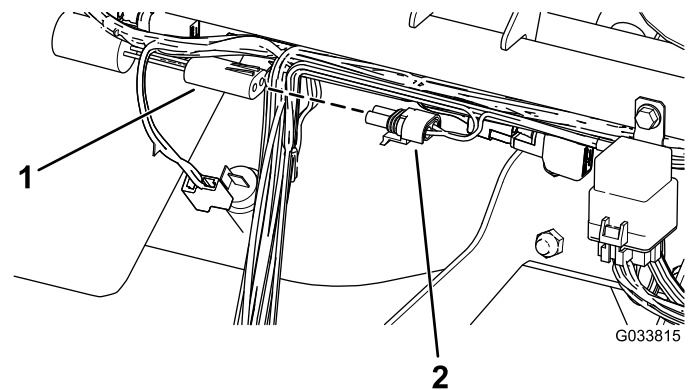

Figura 9
3. Conecte el conector del arnés de cables con la etiqueta "temporizador de retardo de un segundo" al temporizador de retardo (Figura 9).